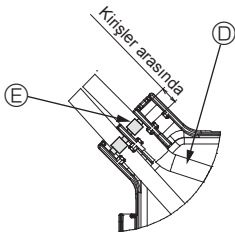

Fig. 7-6
**Bağlantı kablolarını sabitleyen bantı konektör kutusundaki kirişler arasında şemada gösterildiği gibi yerleştirin. (Fig. 7-6)**